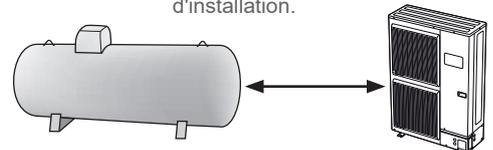

fig. 12 - Dégage­ments minimum d'installation autour de l'unité extérieure
- L'appareil doit être parfaitement accessible pour les travaux d'installation et de maintenance ultérieurs (fig. 12, fig. 13, fig. 14).
- Aucun obstacle ne doit entraver la circulation de l'air à travers l'évaporateur et en sortie du ventilateur (fig. 12, fig. 13, fig. 14).